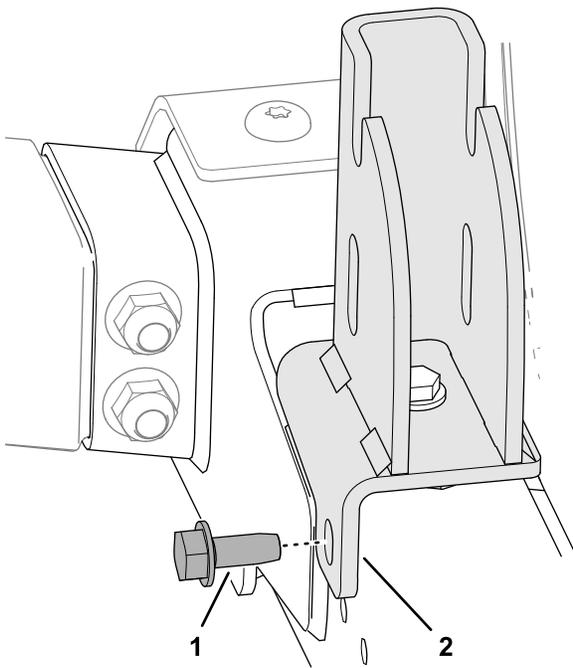

Bild 9
2. Befestigen Sie die Halterung mit einer Bundkopfschraube ($\frac{5}{16}$ " x $\frac{3}{4}$ ") an der Seite der linken Rahmenschiene (**Bild 9**).